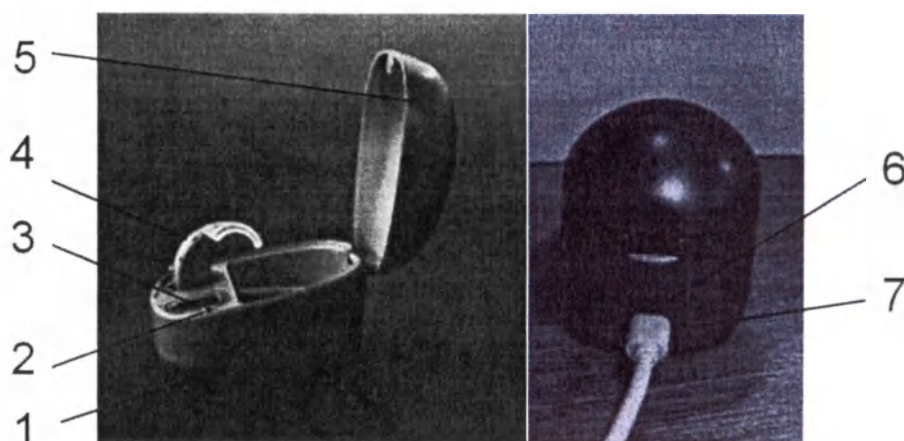
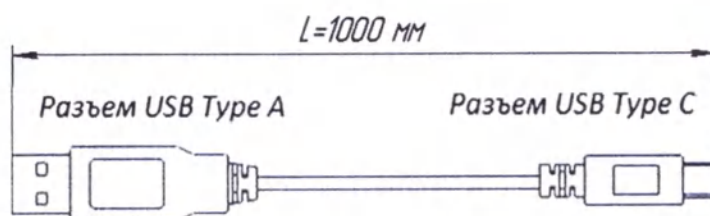
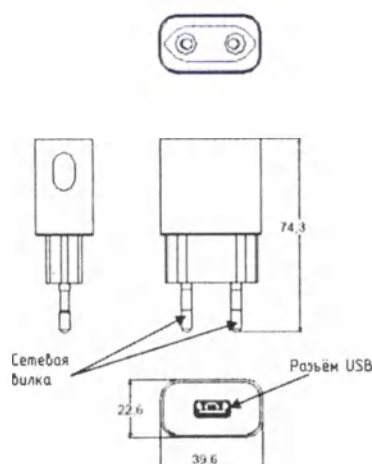

Рисунок 2. Внешний вид ЗУ
Рисунок 3. Кабель USB Type-A – USB Type-C
Рисунок 4. Внешний вид адаптера сетевого питания
- Вставьте соединительный кабель USB Type - A (рис.3) с одной стороны в разъем на корпусе зарядного устройства (рис.2), с другой стороны в сетевой адаптер 220В / 5В. (рис.4). Вставьте сетевой адаптер в сетевую розетку «220 В».
- Световой индикатор (7) (рис.2) будет гореть красным светом – если аккумулятор разряжен и зеленым светом – после полной зарядки.
Для ЗУ без встроенного аккумулятора индикатор (7 рисунок 2), находящийся около разъема USB Type-C кабеля сетевого питания (6 рисунок 2), будет постоянно светиться зеленым цветом.
Для ЗУ со встроенным аккумулятором цвет индикатора (7 рисунок 2) будет отображать уровень заряда встроенного аккумулятора: красный – идет процесс зарядки, зеленый – полностью заряжен.